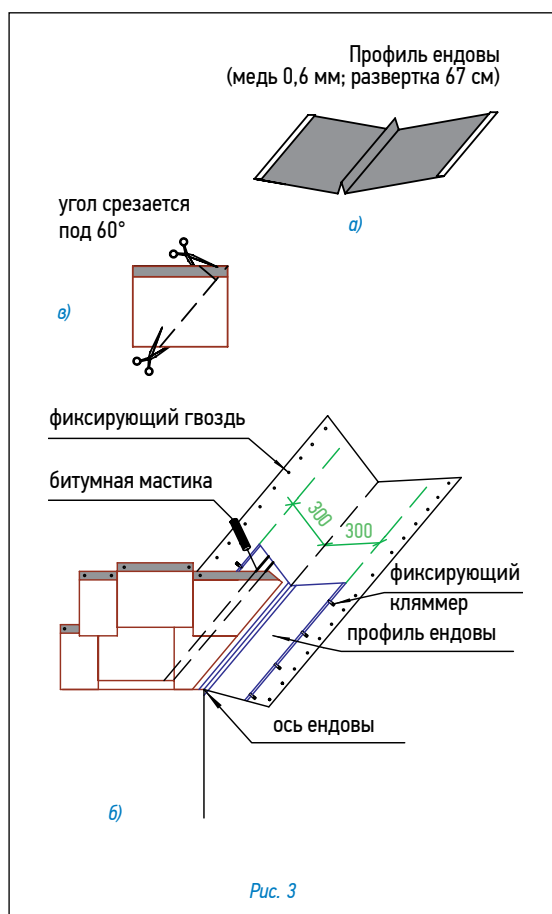

Рис. 3
Ендова (рис. 3)
- ровно по центру ендовы устанавливается профиль ендовы (медь 0,6 мм, развертка 67 см) (рис. 3а);
Внимание: 1. Необходимо также подрезать верхний уголок обрезанного края листа (см. рис. 3в) для правильного стока воды.
- лист, подходящий к ендове со ската II, должен доходить до линии подрезки и обрезаться по ней. Верхний уголок обрезанного края листа подрезается под углом 60° (5 × 3 см — рис. 3);